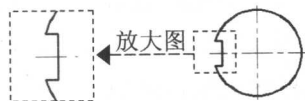

图 1.1.17 修剪图形
(3) 用 **修改(M)** → **修剪(T)** 命令, 对图形进行修剪, 修剪后的结果如图 1.1.17 所示。